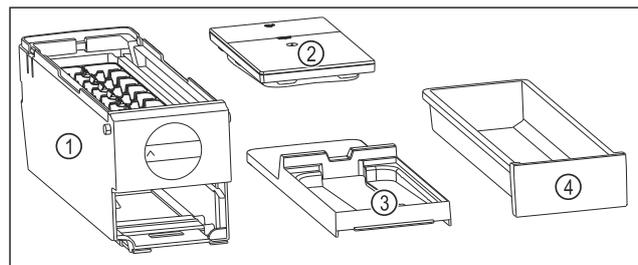

Fig. 143 Bestandteile des EasyTwist-Ice
- ▶ EasyTwist-Ice ist in vier Teile zerlegt. (siehe Fig. 143)
- ▶ EasyTwist-Ice nur in abgebildete Bestandteile zerlegen. (siehe Fig. 143)
- ▶ EasyTwist-Ice-Korpus Fig. 143 (1) als Ganzes reinigen.